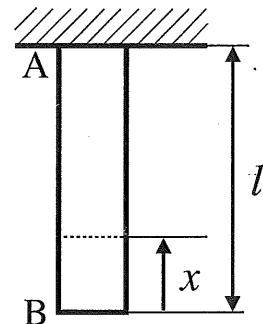

図1
1. 図1のように、長さ l の棒が上端Aで剛な天井に固定されている。この棒の断面積は S であり、ヤング率は E 、密度は ρ である。重力加速度を g として以下の問い合わせよ。